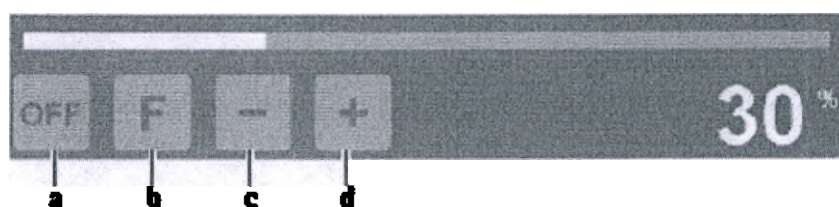

Рисунок 7 – Включение помпы ирригационной / функции Flush, где:
► Активация помпы ирригационной: Нажать кнопку для включения помпы ирригационной a, см. Рис. 7.
► Выключение помпы ирригационной: Нажать кнопку отключения промывочной помпы a, см. Рис. 7.
► Изменение объема подачи: Нажать кнопку уменьшения/увеличения верхней границы диапазона числа оборотов c/d, см. Рис. 7.